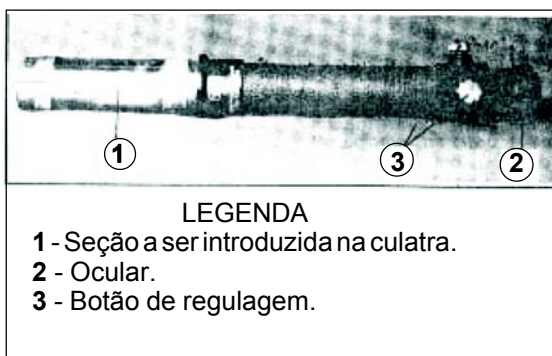

Fig 7-27. Luneta de regulagem da culatra Zeiss
#### (1) Luneta de Regulagem da Culatra Zeiss (Fig 7-27)